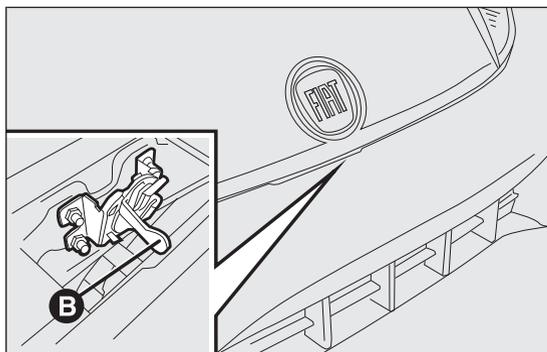

fig. 84
- accionar la palanca B fig. 84 y abrir el capó;